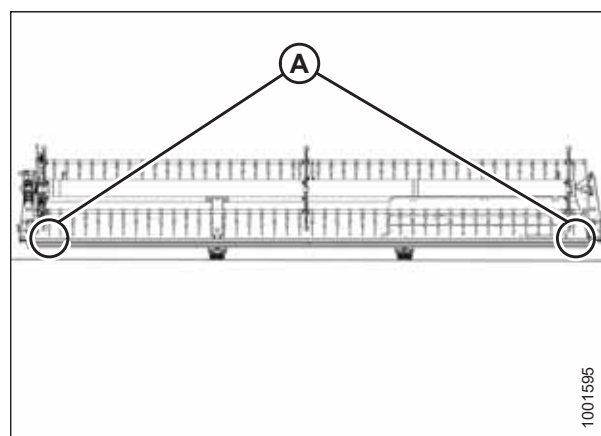

Figure 4.262: Emplacements de mesure FlexDraper^{MD} – Rabatteur simple
- Plateformes à rabatteur simple : Figure 4.262, page 747